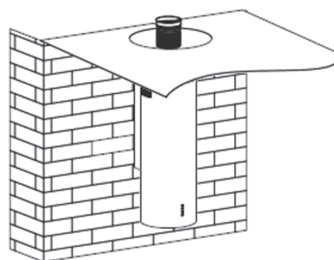

Рис. 5
7. Выведите расширительную трубу наружу. См. рис. 5.